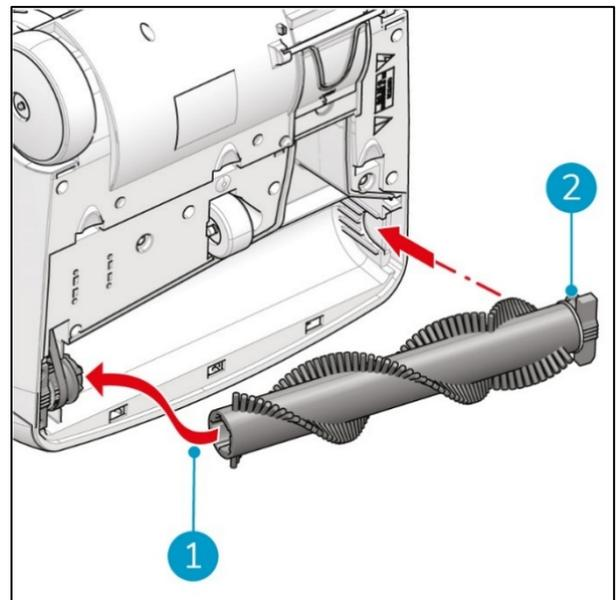

Figura 27
6. Posizionare la nuova spazzola rotante, prima sul lato della cinghia di trasmissione (Figura 27, pos 1). Assicurarsi che le scanalature nella spazzola siano allineate con le camme della ruota motrice.
7. Far scorrere sull'altro lato (Figura 27, pos 2). Quando fa clic, è bloccato.